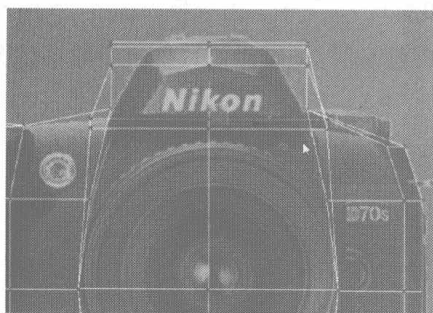
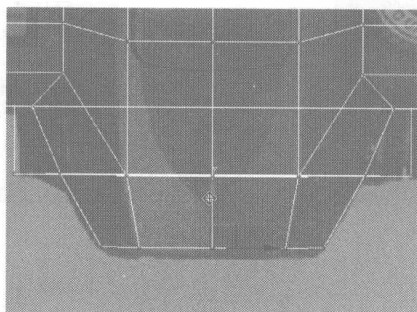

图 6.20(a)
图 6.22
- 11** 在 Front 视图中框选如图 6.20 所示节点，用缩放工具进行调整缩放，效果如图 6.21 所示，并在 Top 视图中调整如图 6.22 所示的节点。